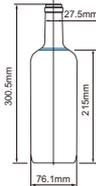
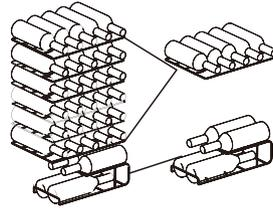

Abb. 1
Abb. 2
- Der Raum für die Lagerung von Flaschen im Weinschrank (WS 9635, siehe Abb. 2) basiert auf der folgenden markierten Flaschengröße (Abb. 1). Übergroße Flaschen können die mögliche Anzahl der Flaschen im Weinschrank verringern.
- Für Modell WS 9635: Die empfohlene maximale Flaschenkapazität beträgt 34 Flaschen, wie in Abb.2 dargestellt